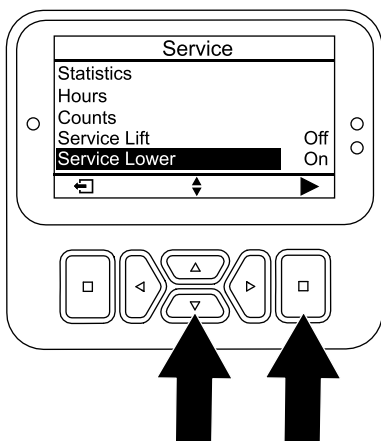

Bild 167
6. Drücken Sie die Taste „nach unten“, bis die Option SERVICE LOWER [Absenken aus Wartungsstellung] ausgewählt ist, und drücken Sie dann die Auswahltaste (Bild 167).